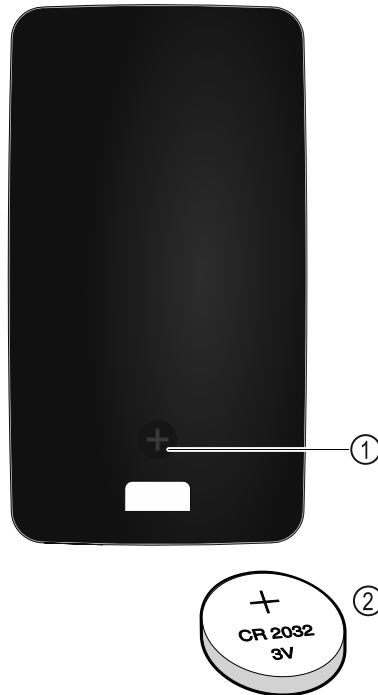

Fig. 141
A távvezérlés áramellátása egy CR 2032-es típusú, 3V-os Fig. 141 (2) elemmel történik, amely szakkereskedésekben szerezhető be.
- ▶ Csavarozza ki a csavart Fig. 141 (1) a távvezérlő hátoldalán.